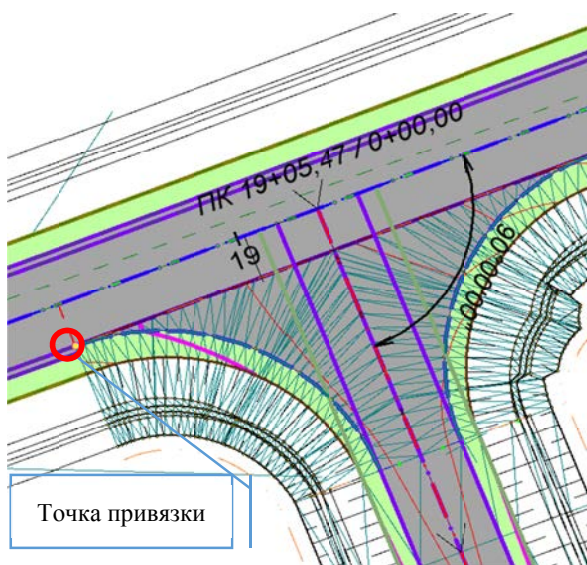

Рис. 5.13. Точка привязки для проектирования автобусной остановки на противоположной стороне дороги
3. Аналогичным образом необходимо выполнить проектирование автобусной остановки на противоположной стороне дороги. В данном случае точкой привязки является конец закругления на левой стороне примыкания (рис. 5.13).